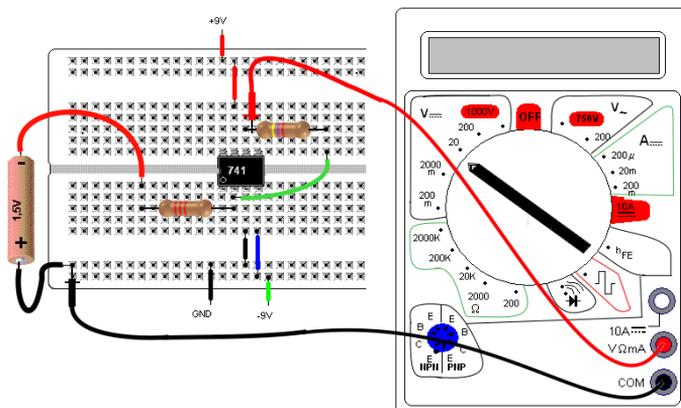

Figura 5 – Circuito experimental com inversor – layout na MP – $V_e = -1,5V$
8) No circuito da Figura 5 troque a resistência de 4k7 por uma de 22 K e meça a tensão na saída e anote.